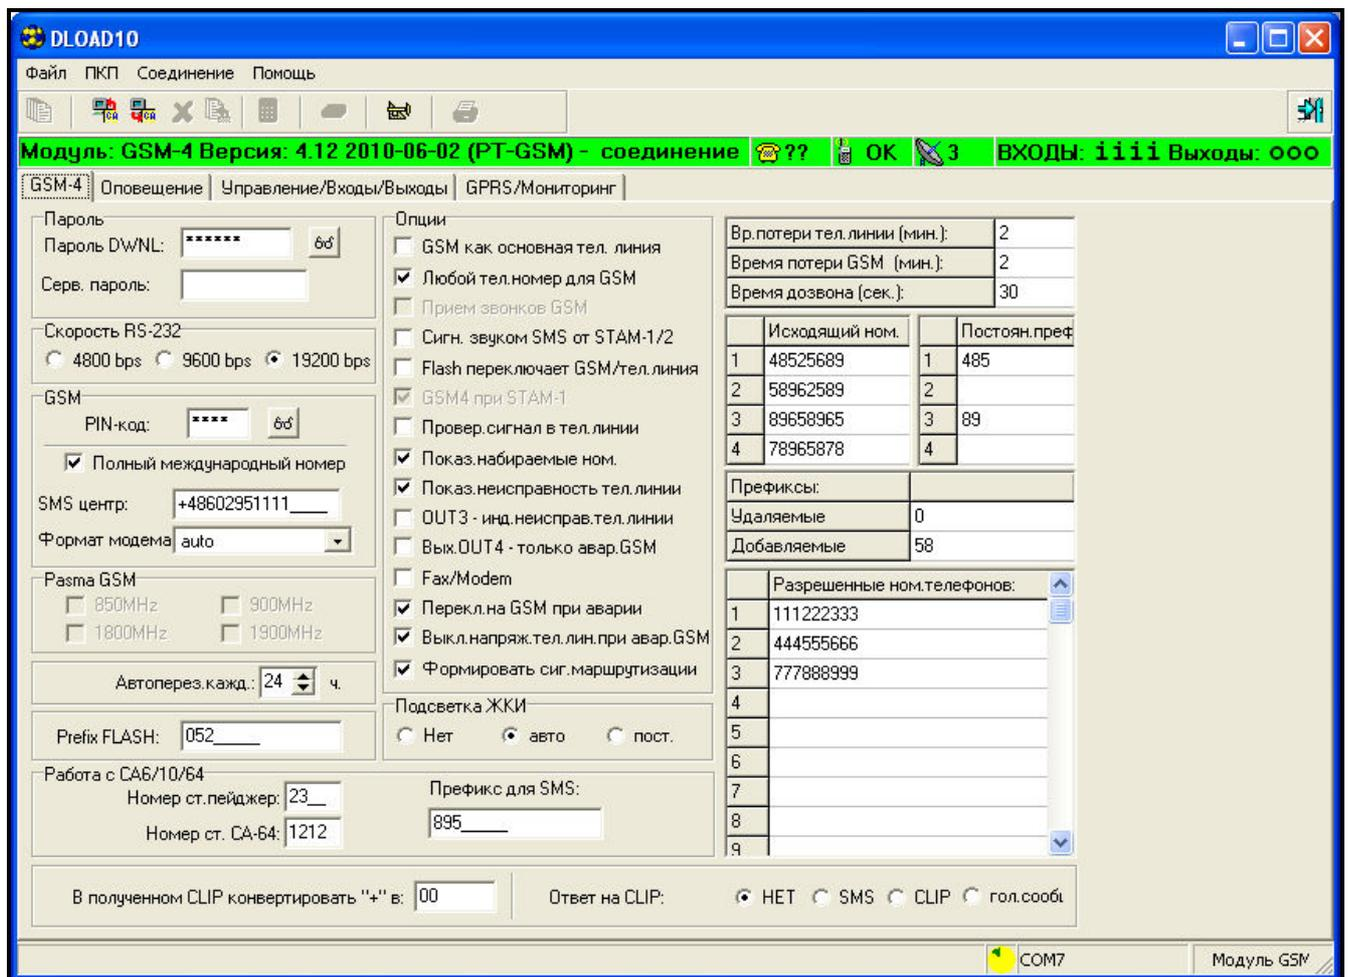

Рисунок 11.
4. Ввести пароль DOWNLOADING-а (запрограммированный в модуле сервисной функцией **Пароль DWNL** – см. рисунок 11). Пароль по умолчанию (AAAAAA) в модуле GSM-4 не запрограммирован. Пароль по умолчанию (AAAAAA) в модуле GSM-4 не запрограммирован.